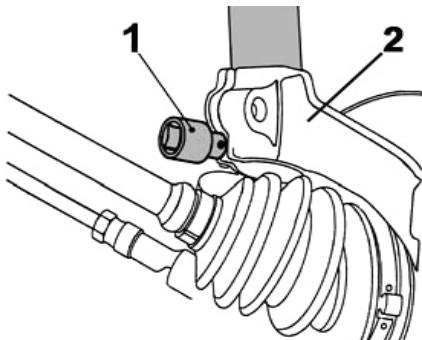

Fig. 2:
- **Fig. 2** Achsschenkel (2) mit Spreizwerkzeug (1) etwas aufspreizen.
- **Fig. 2** Use an expander tool (1) to spread steering (2) knuckle somewhat.
- **Fig. 2** Ecarter légèrement la fusée d'essieu (2) avec un outil d'écartement (1).
- **Fig. 2** Abrir ligeramente el cuello del eje (2) con la herramienta especial (1).